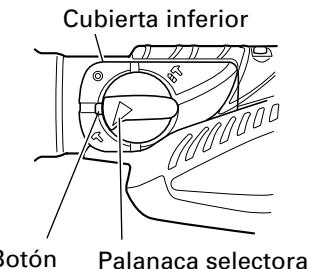

Fig. 7
- Alinee la marca  $\blacktriangle$  de la palanca selectora y  $\text{T}$  del sujetador de palanca, tal como se muestra en la Fig. 7.